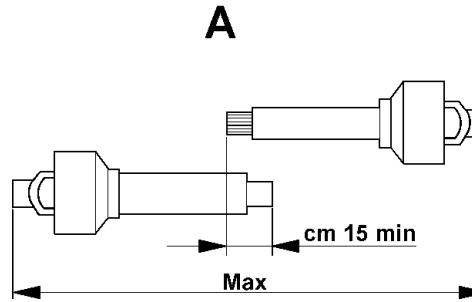

Fig. 16
- Quando l'albero cardanico è sfilato al massimo, i 2 tubi devono sovrapporsi per almeno 15 cm (A Fig.16). Quando esso è inserito al massimo, il gioco minimo consentito deve essere di 4 cm (B Fig.16).
- When the cardan shaft is fully extended, the two tubes must overlap by at least 15 cm (A Fig. 16). When fully inserted, the minimum play must be 4 cm.
- Wenn die Gelenkwelle so weit wie möglich auseinandergezogen ist, müssen die bei-den Teile sich noch um wenigstens 15 cm überlappen (A Fig. 16). Wenn die beiden Teile ganz zusammen-geschoben sind, muß das kleinste-mögliche Spiel 4 cm ausmachen.
- Quand l'arbre à cardans est déboulé au maximum, les deux tubes doivent se superposer d'au moins 15 cm (A Fig. 16). Quand il est entièrement rentré, le jeu minimum admissible doit être de 4 cm.
- Cuando el árbol cardánico está extraido al máximo, los dos tubos deben sobreponerse por lo menos 15 cm (A Fig. 16). Cuando está insertado al máximo, el juego mínimo permitido debe ser de 4 cm.